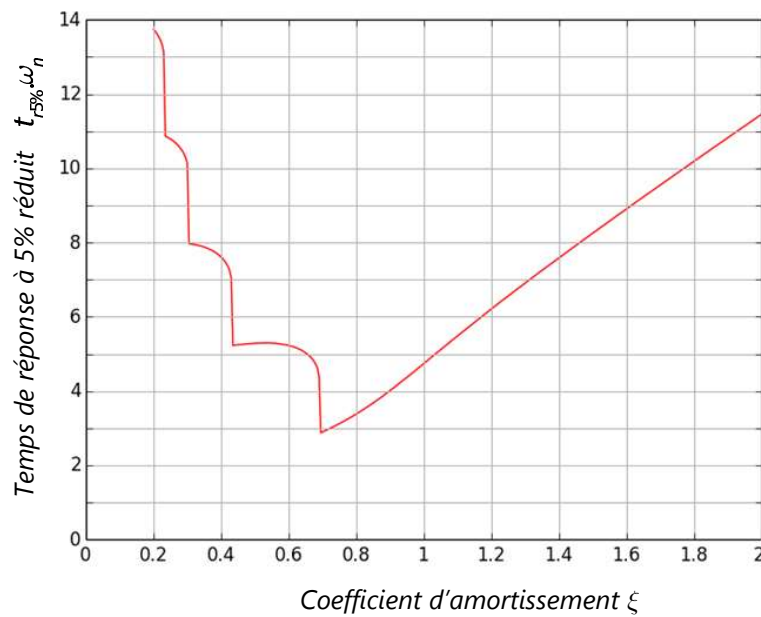

Figure 16 : Abaque du temps de réponse d'un système de second ordre
- b)** En faisant usage de l'abaque du temps de réponse donné sur la figure 16 (voir page 17), déterminer le temps de réponse $tr_{5\%}$.
- c) En faisant usage de l'abaque de la figure 16, donner le temps de réponse $tr_{5\%}$ pour $K_c = K_{c1}$.